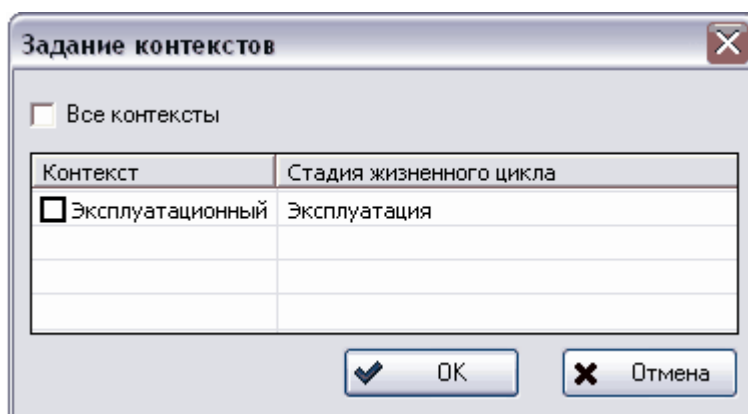

Рис. 50
4. В появившемся диалоговом окне **Задание контекстов** уберите флажок напротив соответствующего контекста (Рис. 50).